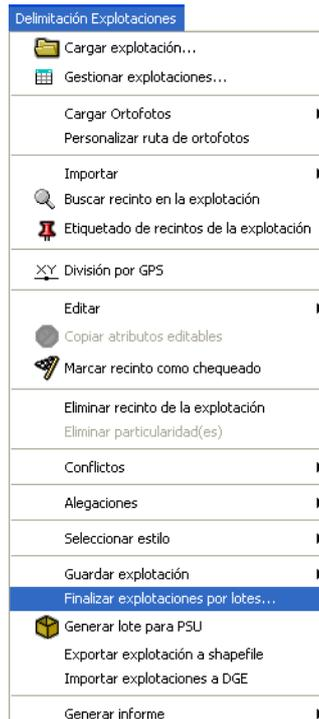

Fig. 81
- **Finalizar Explotación por lotes:** Mediante esta opción se permite la finalización masiva de explotaciones (Fig. 81).